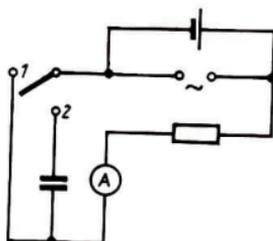

Bild 89
10.20 Bild 89; 1. Schalterstellung I; 2. Schalterstellung 2